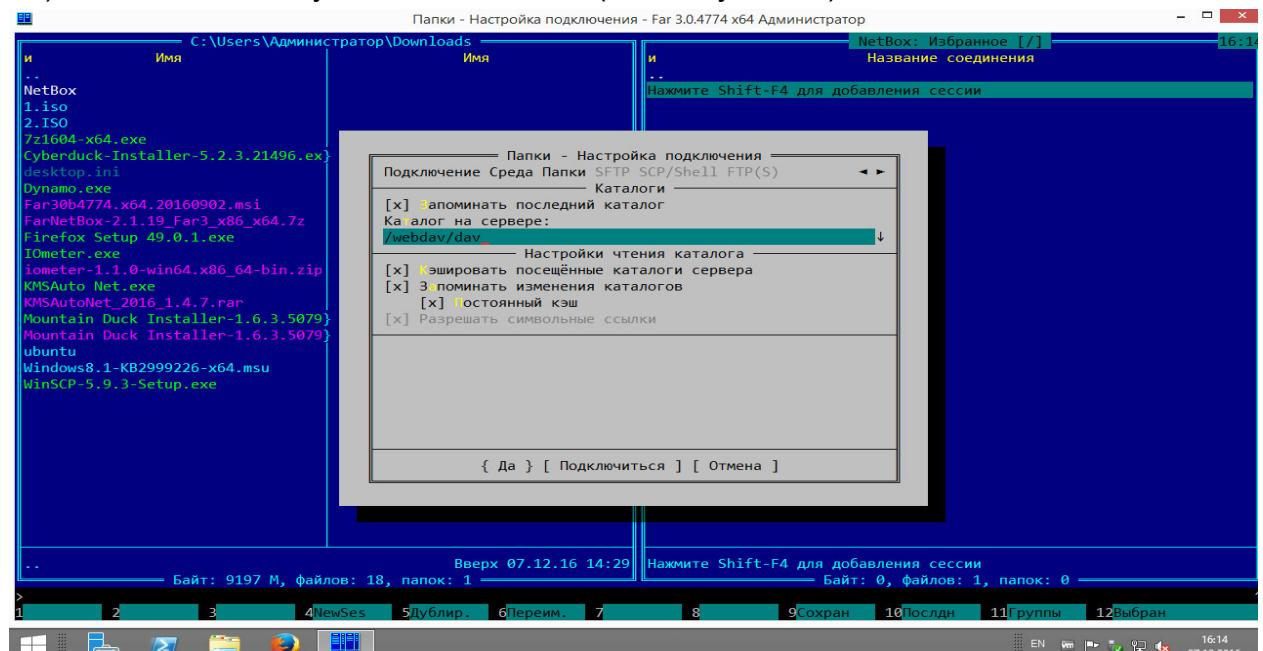

Рисунок 68 – Настройка подключения
- 15) Нажать на кнопку «Подключиться» (см. Рисунок 68).